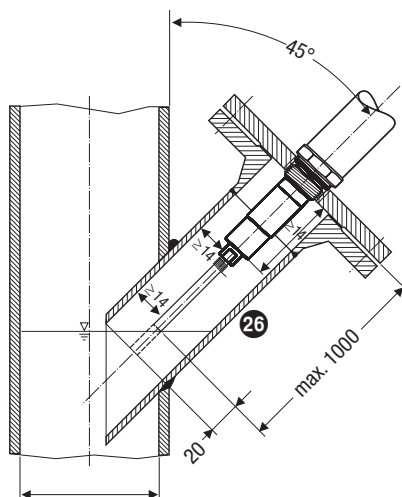

Fig. 17 Installazione inclinata, p.e. in tubazioni di acqua surriscaldata o su serbatoi. Tronchetto di connessione DN 50
- L'angolo di inclinazione della sonda non deve superare i 45°, con lunghezza dell'elettrodo limitato a 1000 mm. **Fig. 17**
- Per installazione all'aperto utilizzare le sonde NRG 1...-51 F. Le sonde con il suffisso (F) utilizzano una custodia morsetti in alluminio.